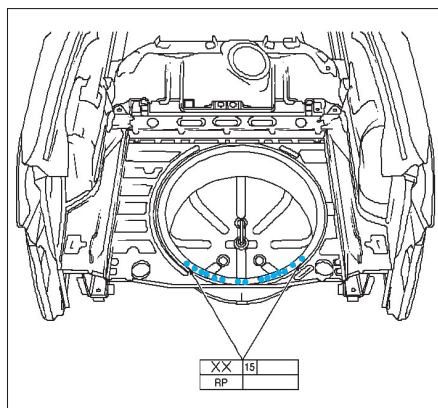

FIG. 140
- Souder le logement de roue de secours (fig. 140).